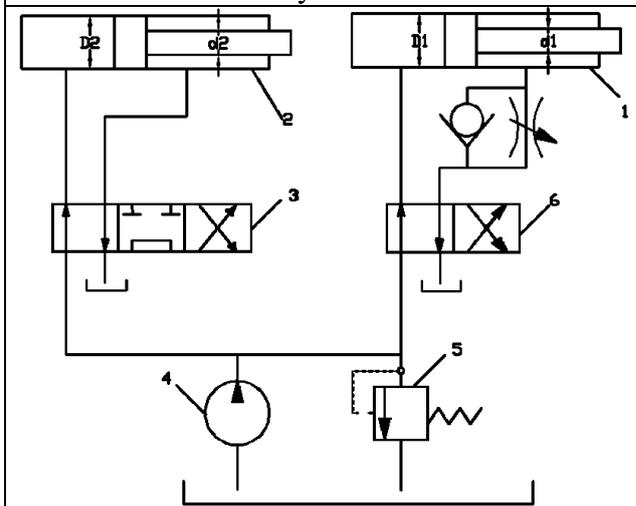

Рисунок 13
13. В объемном гидроприводе (рис. 13) насос 4 создает постоянную подачу $Q_n = 12$ л/мин. Скорость движения вправо поршня гидроцилиндра 1 определяется настройкой гидродросселя 6 на расход масла $Q_{др} = 4$ л/мин. Расчетные диаметры гидроцилиндров 1 и 2 $D_1 = 80$ мм, $d_1 = 40$ мм, $D_2 = 100$ мм, $d_2 = 50$ мм. Для положения гидрораспределителей 3 и 6 определить скорость движения поршня гидроцилиндра 2 и расход масла при сливе из его нерабочей полости. Утечкой масла в гидроцилиндрах и гидроаппаратуре пренебречь.